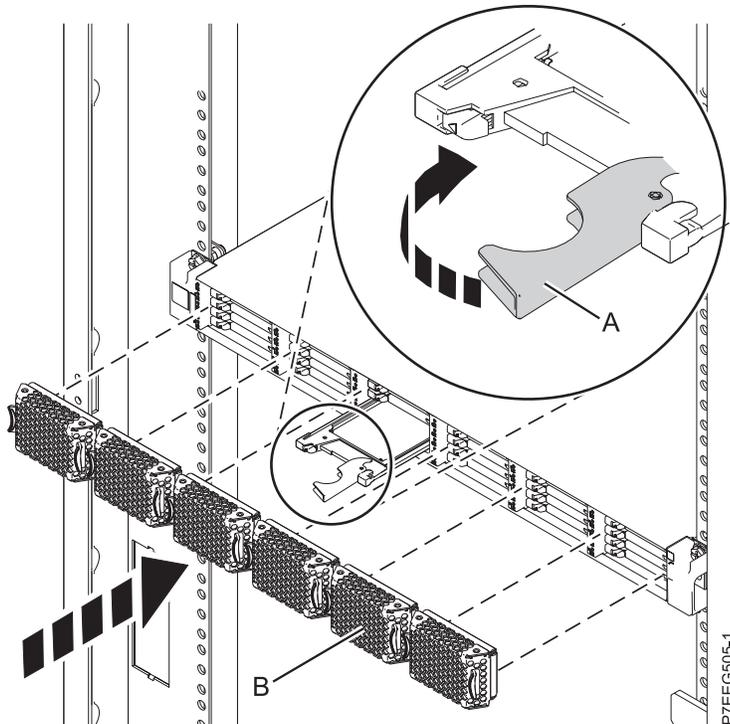

Figura 9. Instalación de una unidad de estado sólido en Alojamiento de almacenamiento PCIe de EDR1
1. Con el asa en la posición de desbloqueo, alinee la unidad de estado sólido con los rieles de guía del alojamiento. Consulte Figura 9 en la página 20.
5. Gire el asa (A) hasta la posición de bloqueo.
6. Instale la placa frontal (B).